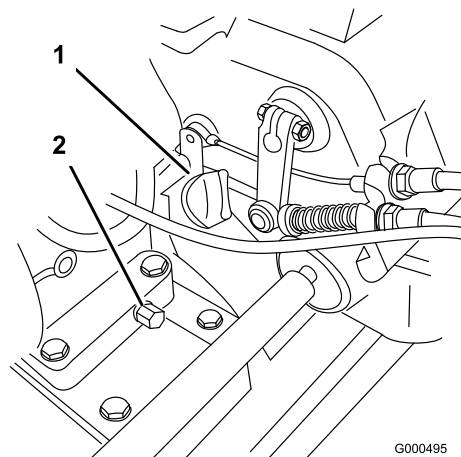

図 20
1. エンジンが水平になるように駐車し、オイル・ゲージの周囲をきれいに拭く(図 20)。
2. 機体下にあるドレン・プラグ(図 20)の下に廃油受けを置く。ドレン・プラグを抜く。